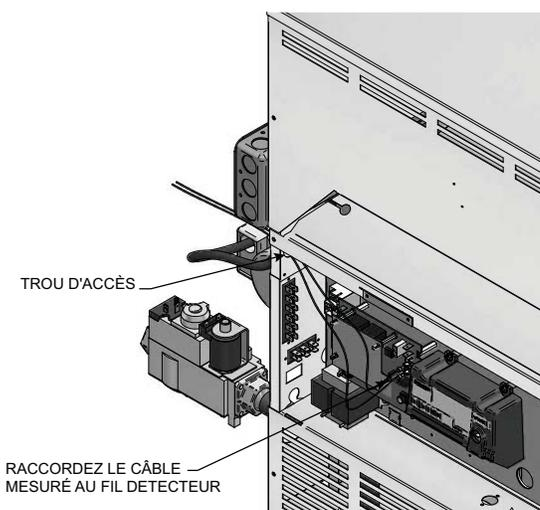

Figure 5-5_Installation des capteurs à distance
5. Raccordez le câble mesuré au au câble du capteur en utilisant les capuchons de connexion (voir Fig. 5-5). Installez des bornes embrochables femelles de 0,250 x 0,032 aux bouts des câbles. Faites passer les câbles à travers le trou d'accès situé derrière l'appareil et attachez les raccords aux raccords de thermostat (Syst/réservoir) CN5 et CN6 situés dans la partie supérieure droite du thermostat.